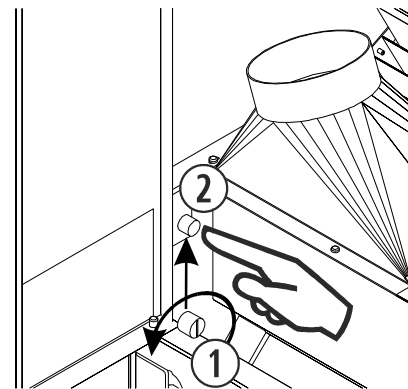

Figura 32
- O modelo **Suez Insert**, têm os seus termóstatos do lado lateral esquerdo. Um deles na parte inferior da tremonha e o outro atrás da porta de carga de combustível (*figura 32*).